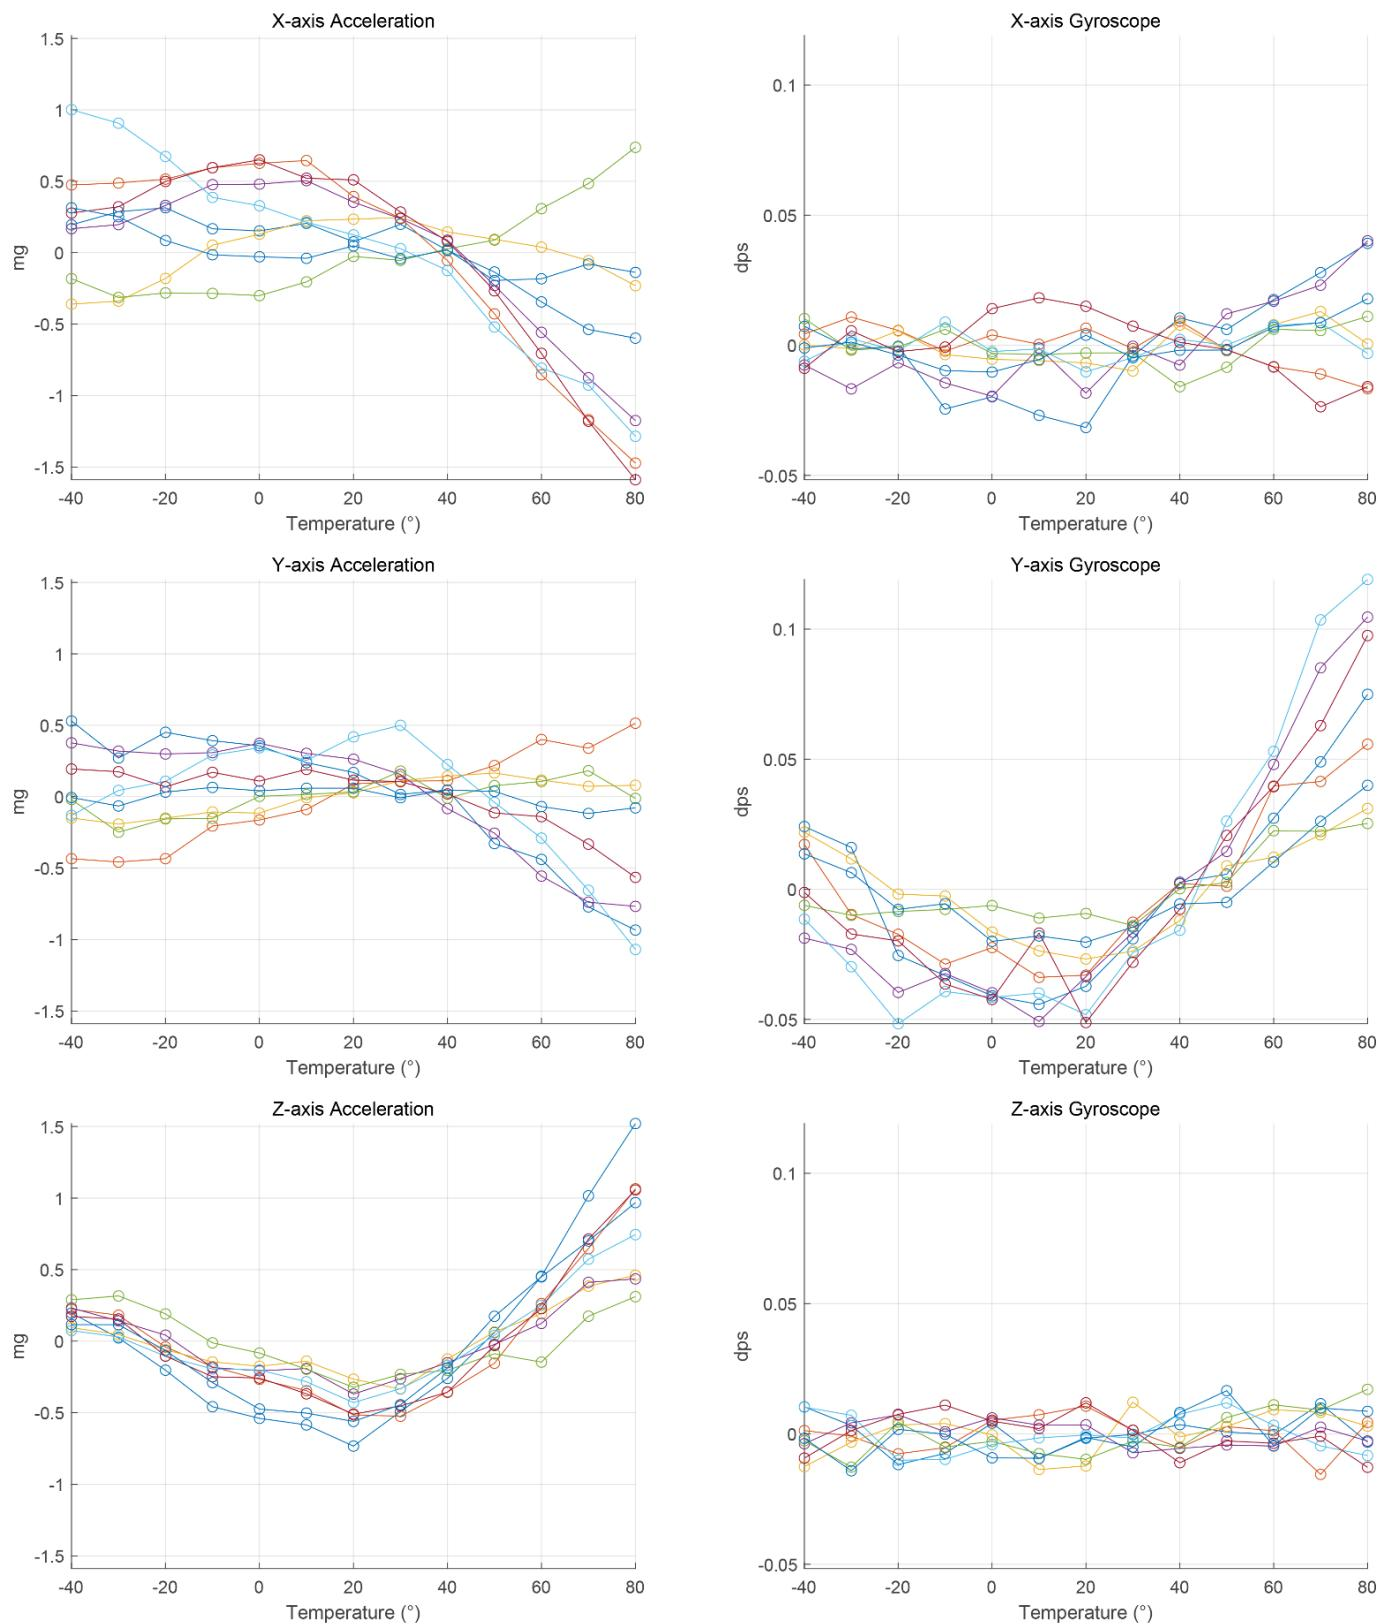

Figure9: Accelerometer and Gyroscope Temperature Compensated Curve
**Note4:** 超核实验室温箱转台测得，温升斜率小于 3°C/min，详细数据参考 Figure 9 温补曲线